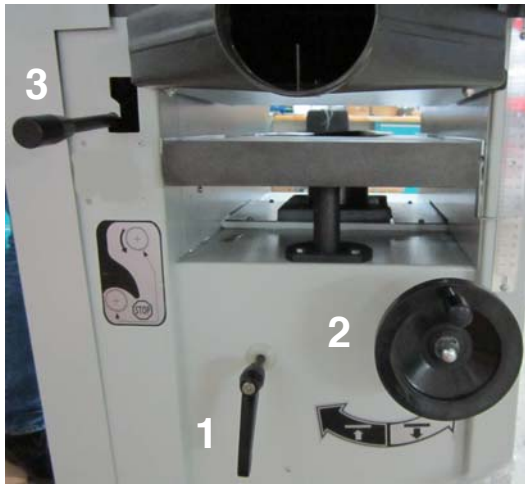

Abb. 10: Höheneinstellung Dickenhobeltisch
Schritt 2: Lösen Sie den Klemmhebel (1, Abb.10) und drehen Sie mit Hilfe des Handrads (2, Abb.10) den Dickenhobeltisch auf die gewünschte Höhe.
Schritt 3: Ziehen Sie den Klemmhebel (1, Abb.10) wieder fest.
Schritt 2: Lösen Sie den Klemmhebel (1, Abb.8) und drehen Sie mit Hilfe des Handrads (2, Abb.10) den Dickenhobeltisch mindestens 200 mm unterhalb der Messerhobelwelle.